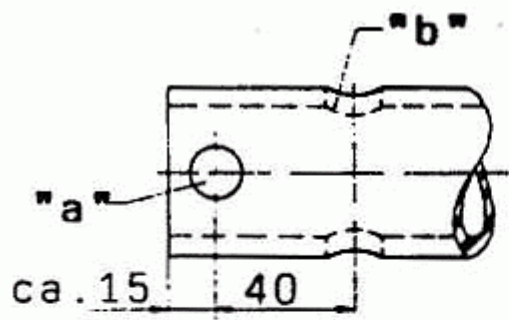

Fig. 1
- 2** De spoorstabilisatorkoppeling op de disselboom schroef en eerst de zeskantige schroef "b" M12 x 75 (zie afbeelding 1) er in steken en de zich in het gat bevindende zeskantige schroef daarmee er uit drukken, onderschijfje plaatsen (zie afbeelding 1) en bevestigen (nog niet vastzetten).